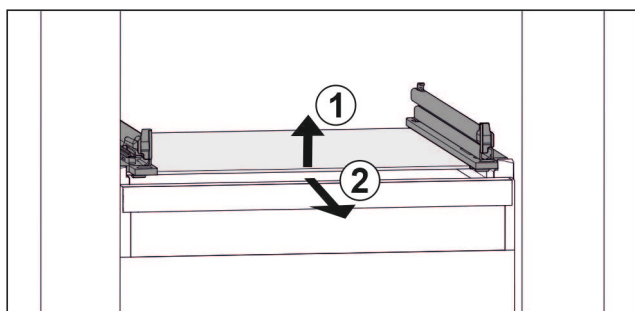

Fig. 106 Az üveglap példaként szolgáló ábrázolása
- ▶ Emelje meg az üveglap elejét. Fig. 106 (1)
- ▶ Vegye ki az üveglapot előre felé. Fig. 106 (2)